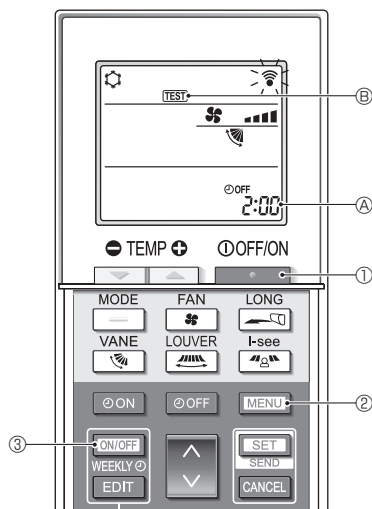

Fig. 7-5
■ Փորձնական գործարկում (Fig. 7-5)
- Սեղմեք [ՄԻԱՑՆԵԼ/ԱՆՁԱՍԵԼ] կոճակը ①՝ օդորակիչը անջատելու համար:
- Եթե շարժական ժամանակացույցը միացված է (WEEKLY միացված է), սեղմեք [ON/OFF WEEKLY] կոճակը ③ այն անջատելու համար (WEEKLY անջատված է):
- Սեղմած պահեք [MENU] կոճակը ②՝ 5 վայրկյանի ընթացքում:
- Սեղմեք [MENU] կոճակը ②: